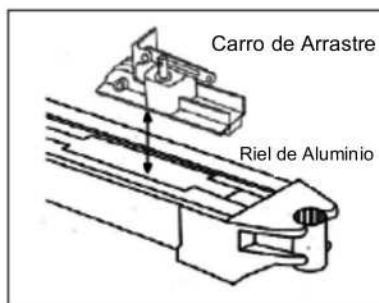
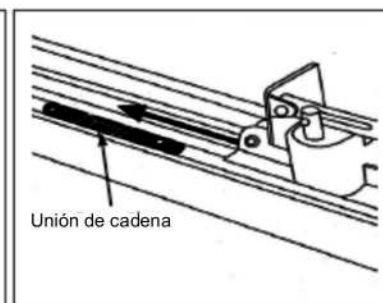

Fig.14
Fig.15
Paso 1. (Fig.14) y (Fig.15) Inserte el Carro en el Corte en el Extremo del Riel de Aluminio. Asegúrese de que esté Orientado en la Dirección Correcta (El Brazo de Desconexión del Carro está Orientado hacia el Abrepuertas de Garage). Deslice el Carro a lo Largo del Riel hasta que Encaje en su Lugar con la Unión de Cadena. Mueva todo el Conjunto del Carro al Centro del Riel de la Transmisión.